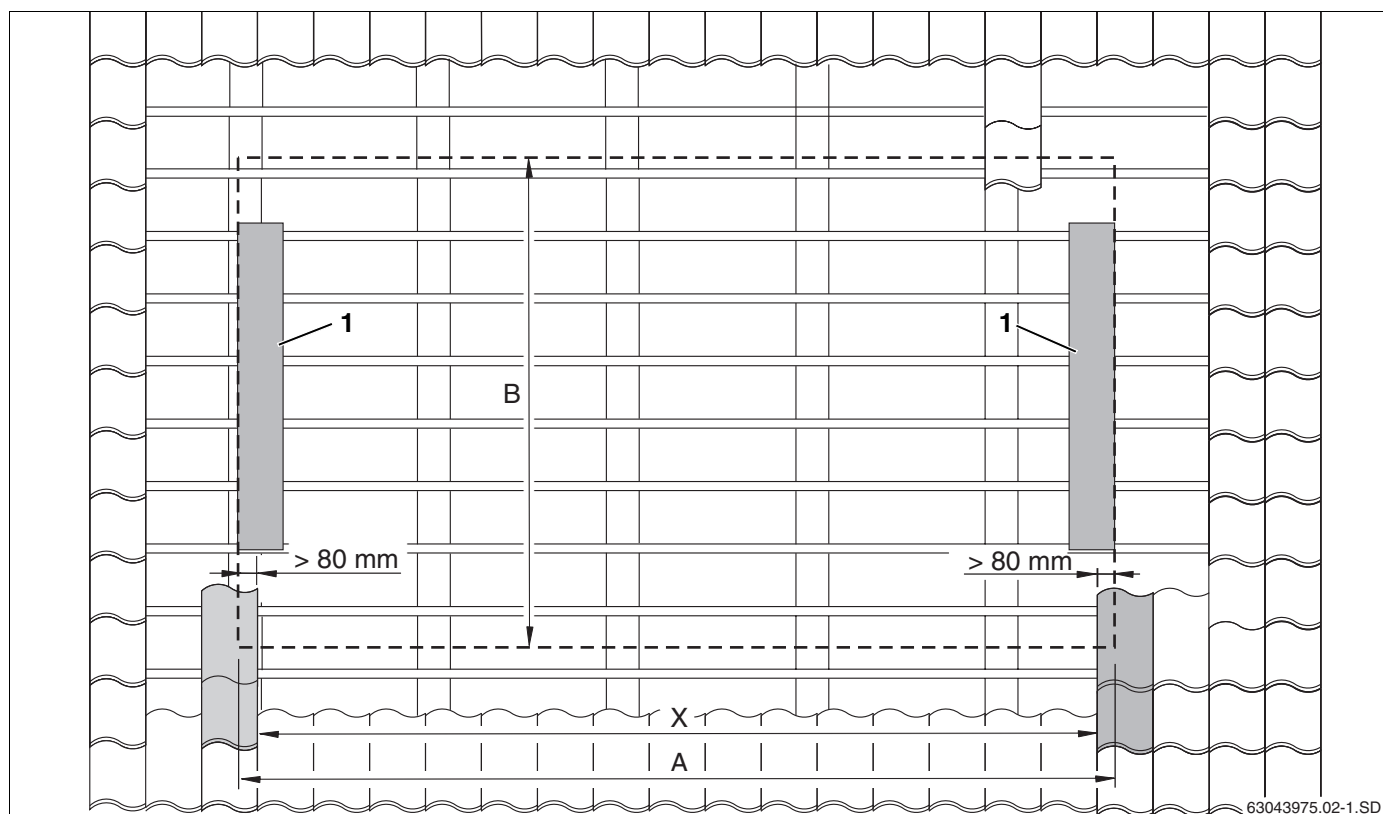

Fig. 8 Determinar a posição exacta do campo de colectores
- Determinar a medida X (distância entre as telhas, que se encontram sobre as chapas de cobertura laterais, fig. 8, **item 1**) sobre o telhado e transferi-la para o telhado.
- Tendo em conta a medida B (fig. 8), determinar a fiada inferior de telhas (fig. 8, **item 2**).